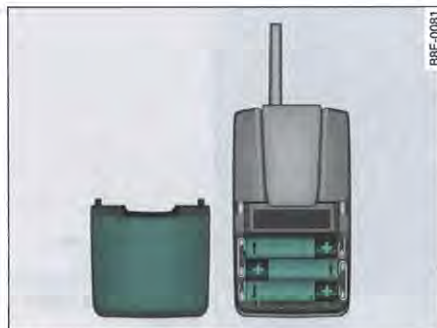

Fig. 140 Radiocommande du chauffage et de la ventilation stationnaires, remplacement des piles
- Tirez le cache des piles de la radiocommande vers l'arrière $\Rightarrow$ fig. 140 et ôtez le cache.